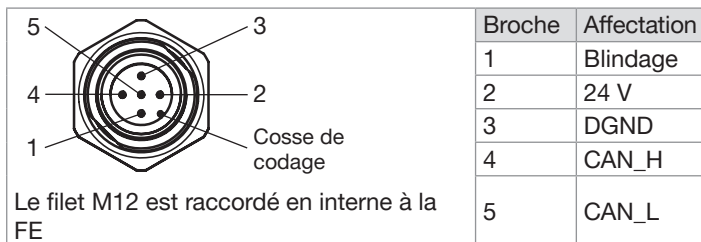

Fig. 15: MFM būs /CANopen, MFC būs /CANopen : affectation des broches, connecteur mâle M12 à 5 broches (codage A)
- Insérer chaque conducteur dans la bonne broche. Se reporter à la Fig. 15.